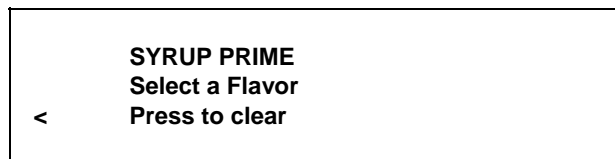

Figura 35
23. Pressione o símbolo CALIBRAR **Error!** **Reference source not found.** para entrar no modo de ABASTECIMENTO DE XAROPE. (Veja a Figura 35.)